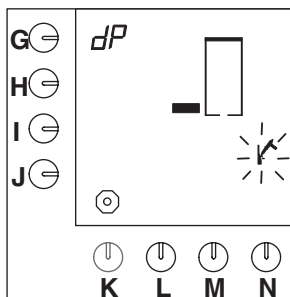

Fig. 24 Första nivå avkalkningsprogram varmvattensystem
- Det första nivåblocket visas på displayen och hammarsymbolen blinkar (fig. 24).